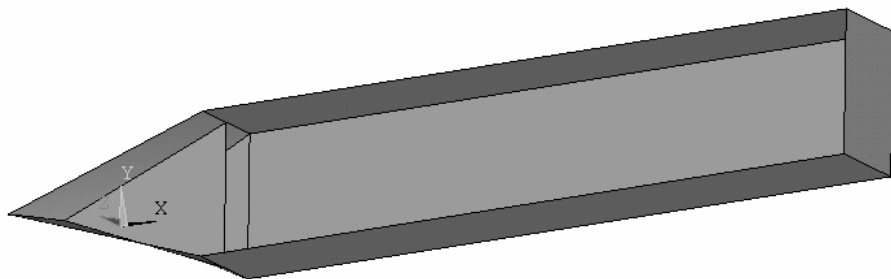

图 9-7 建立船头中间甲板
(9) 用 **Partition** 命令裁去方板的多余部分, 保留另一部分作为船头的中间甲板 (见图 9-7), 再用 **Glue** 命令胶结所有的板。